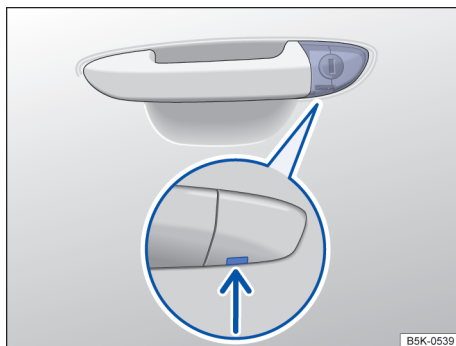

Fig. 58 Maçaneta da porta do condutor: cilindro da fechadura coberto.
- Inserir a haste da chave por baixo na abertura da capa de cobertura → Fig. 58 (seta).